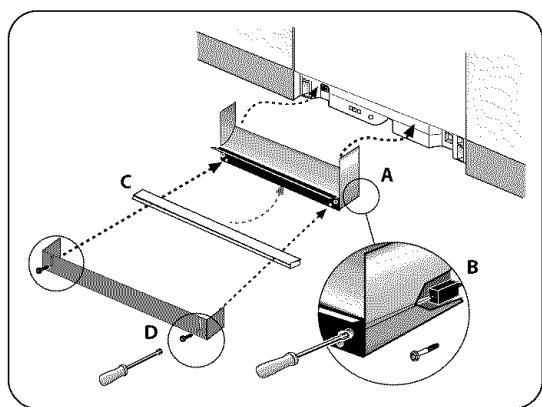

Figure 31/Illus. 31
- 1) Place the Base Part under and up the front bottom panel of the dishwasher, as shown in Figure 31.
- 2) Insert the Base Part screws (Figure 1, letter O) into the Base Part, as shown in Figure 31, letter B. Tighten the Base Part Screws.
- 3) Place the Cotton Insulation Strip (Figure 1, letter C) under the unit, between the bottom of the Base Part and the floor, as shown in Figure 31, letter C.
- 4) Place the toe panel over the Cotton Insulation Strip, and use the toe panel screws (Figure 1, letter N) to secure the toe panel in place, as shown in Figure 31, letter D.
- 1) Placer la pièce base sous et vers le haut du panneau inférieur avant du lave-vaisselle comme à la figure 31.
- 2) Insérer les vis de pièce de base (figure 1, lettre O) dans la pièce debase, figure 31, lettre B. Serrer les vis de pièce de base.
- 3) Placer la bande isolante en coton (figure 1, lettre C) sous l'appareil entre le bas de la pièce de base et le plancher comme à la figure 31, lettre C.
- 4) Placer le panneau inférieur sur la bande isolante en coton et utiliser les vis du panneau (figure 1, lettre N) pour maintenir le panneau en place comme à la figure 31, lettre D.
- 1) Acomode la Pieza Base introduciéndola por debajo y hacia arriba del panel inferior delantero de la lavadora, como muestra la Ilustración 31, letra A.
- 2) Introduzca los tornillos (Ilustración 1, artículo O) en la Pieza Base, tal como indica la letra B en la Ilustración 31. Apriete los tornillos de la Pieza Base.
- 3) Extienda la Tira Aislante de Algodón (Ilustración 1, artículo C) debajo del aparato, entre la cara inferior de la Pieza Base y el piso, tal como indica la letra C en la Ilustración 31.
- 4) Acomode el panel de pie sobre la Tira Aislante de Algodón y utilice los tornillos (Ilustración 1, artículo N) para sujetarlo en su sitio, tal como indica la letra D en la Ilustración 31.